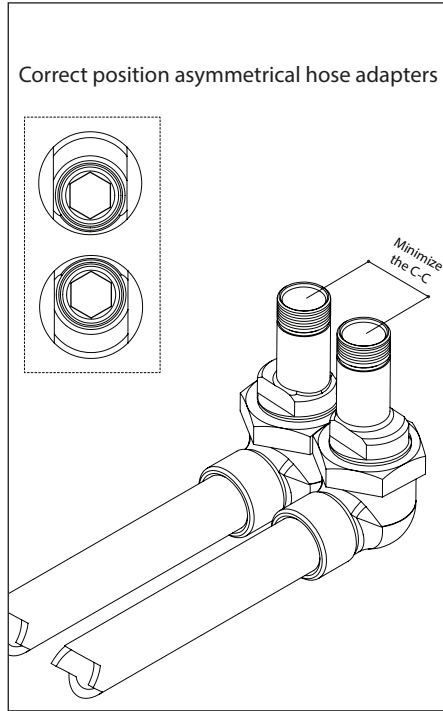

Fig.2
Separate the adaptors from the hoses by unscrewing the nut (4) (fig.2) while pulling-out at the same time (until the thread is engaged).
Referring to fig.2, install the asymmetrical hose adaptors to the supply-pipes inlets. Be aware you can also use 8mm (5/16") Allen Keys to thread the adaptors in place.
Séparer les adaptateurs des alimentations flexibles en dévissant leurs écrous (4) (fig. 2) tout en exerçant une traction (jusqu'à ce que le pas de vis soit engagé).
Se référant à la fig.2, installer les adaptateurs asymétriques sur les arrivées d'eau chaude et froide. Vous pouvez aussi utiliser une clé Allen 8mm (5/16") pour fixer les adaptateurs en place.